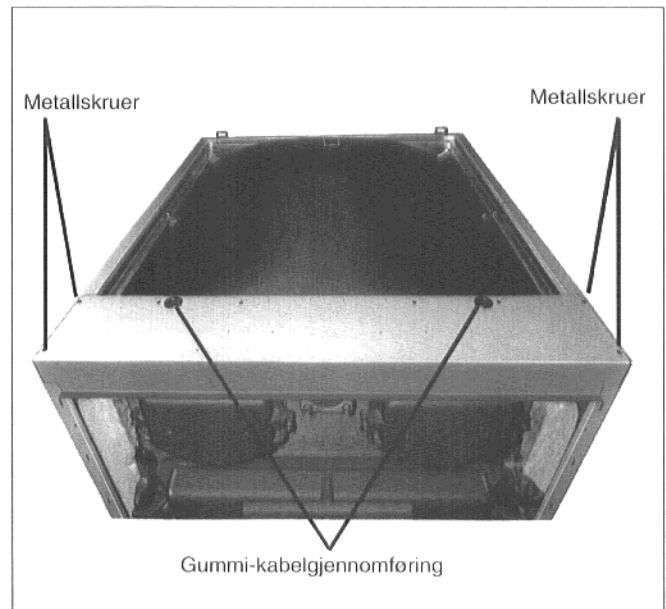

Fig. 44
- Fremre deksel (fig. 44) skrues på sideveggene med fire metallskruer.
- Gummi-kabelgjennomføringene kuttes i kryss på midten og brennerkabelene/kablene stikkes gjennom (fig. 44).